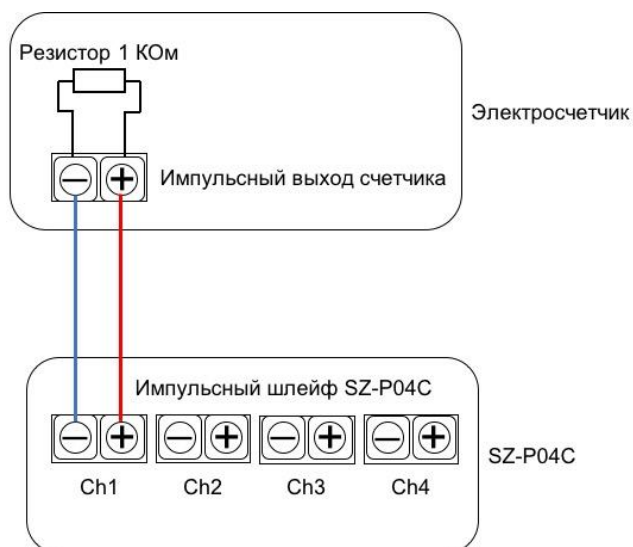

Рисунок 4 - Схема подключения
3. Произвести подключение телеметрических импульсных выходов счетчиков электроэнергии к входам устройства SZ-P04, соблюдая полярность (рисунок 4). Полярность входов указана на корпусе устройства SZ-P04. Полярность выходов со счетчиков электроэнергии нужно смотреть в документации от производителя счетчиков. Для поддержки контроля целостности цепи необходимо подключить резистор со стороны подключаемого счетчика электроэнергии, как показано на рисунке 4 (применимо только к SZ-P04C).